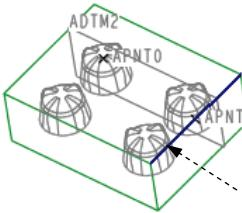

图 28.5 基准点 APNT1
Step1. 创建图 28.5 所示的基准点 APNT1。单击 模具 功能选项卡 基准 ▾ 区域中的 按钮；选取图 28.5 所示坯料的边线；在“基准点”对话框中，先选择基准点的定位方式 比率 ，然后在左边的文本框中输入基准点的定位数值（比率系数）0.5；在“基准点”对话框中单击 确定 按钮，完成基准点 APNT1 的创建。